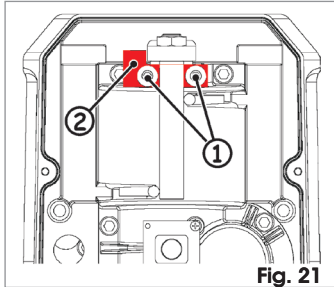

Fig. 21
1. Draai de twee schroeven los, Fig. 21 ref. ①, die aan de bovenkant van de slagboom zitten.
2. Verwijder het stopplaatje, Fig. 21 ref. ②.